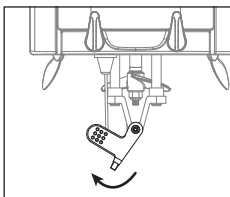

Bild 14
3. Beim Drehen des Lenkrades nach links, schwenkt das Ruder nach links (Bild 14).